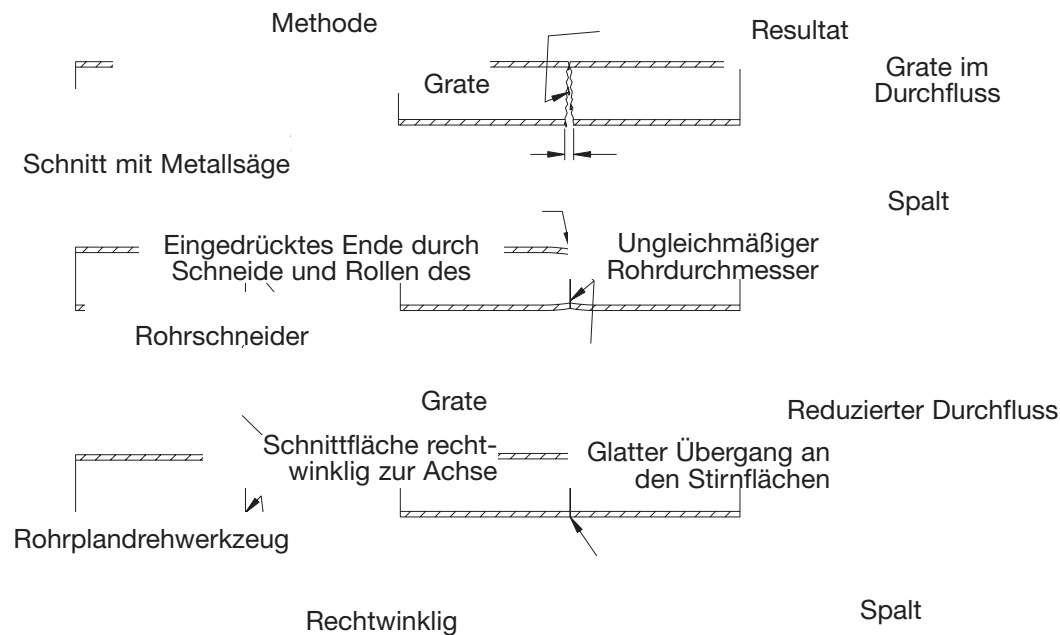

Abbildung 11 Rohrvorbereitung
1. Die beiden Hebel lösen und den Rohrspannblock öffnen. Siehe Abbildung 11.